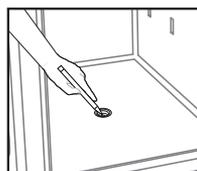

Figura 3
6. Con un bolígrafo o lápiz, marque a través del orificio el punto de perforación en la superficie del piso (Figura 3).